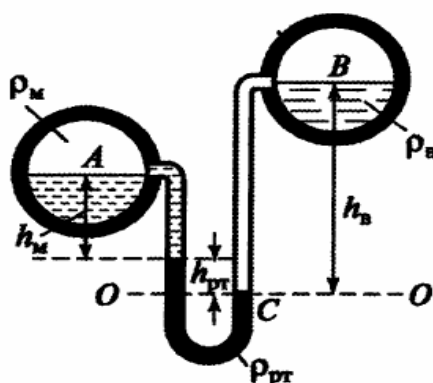

Рис. 1
2. Два горизонтальных цилиндрических трубопровода A и B содержат соответственно минеральное масло плотностью 900 кг/м^3 и воду плотностью 1000 кг/м^3 . Высоты жидкостей, представленные на рис. 1., имеют следующие значения: h_m , h_{pm} ; h_b . Зная, что гидростатическое давление на оси трубопровода A равно p_A , определить давление на оси трубопровода B p_B .